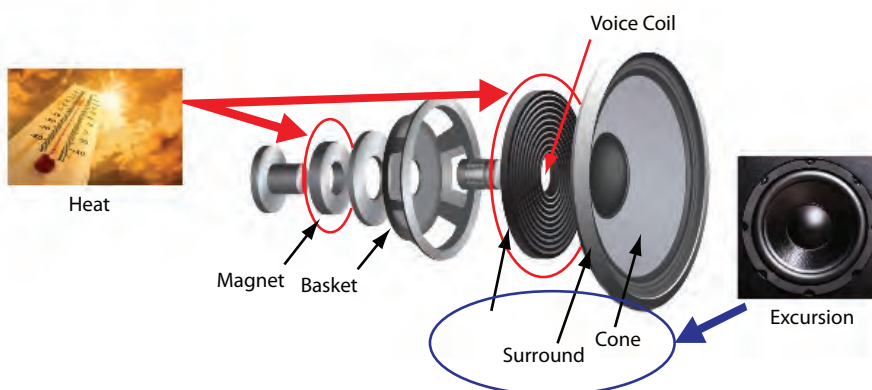

Рисунок 1. Анатомия динамика
Конструктивно динамики состоят из рамы, магнита, звуковой катушки и мембраны (рисунок 1). Электрический ток проходит через звуковую катушку, что приводит к ее намагничиванию и как результат — к взаимодействию со стационарным магнитом динамика. Этот «электродвигатель» заставляет прикрепленную к катушке мембрану подниматься и опускаться и порождать звуковые волны, которые действительно можно услышать. Мы называем движение мембраны ее ходом, и этот ход имеет пределы. При превышении пределов хода могут возникнуть слышимые искажения. В исключительных случаях поврежденный динамик может стать причиной отказа всего устройства. В традиционных усилителях для ограничения хода используется простейший эквалайзер (EQ). Однако в смысле защиты по всем вариациям динамиков, режимам работы и аудиосигналам эти устройства в целом консервативны, ибо не дают возможности «продвинуть» динамик к его истинному пределу.